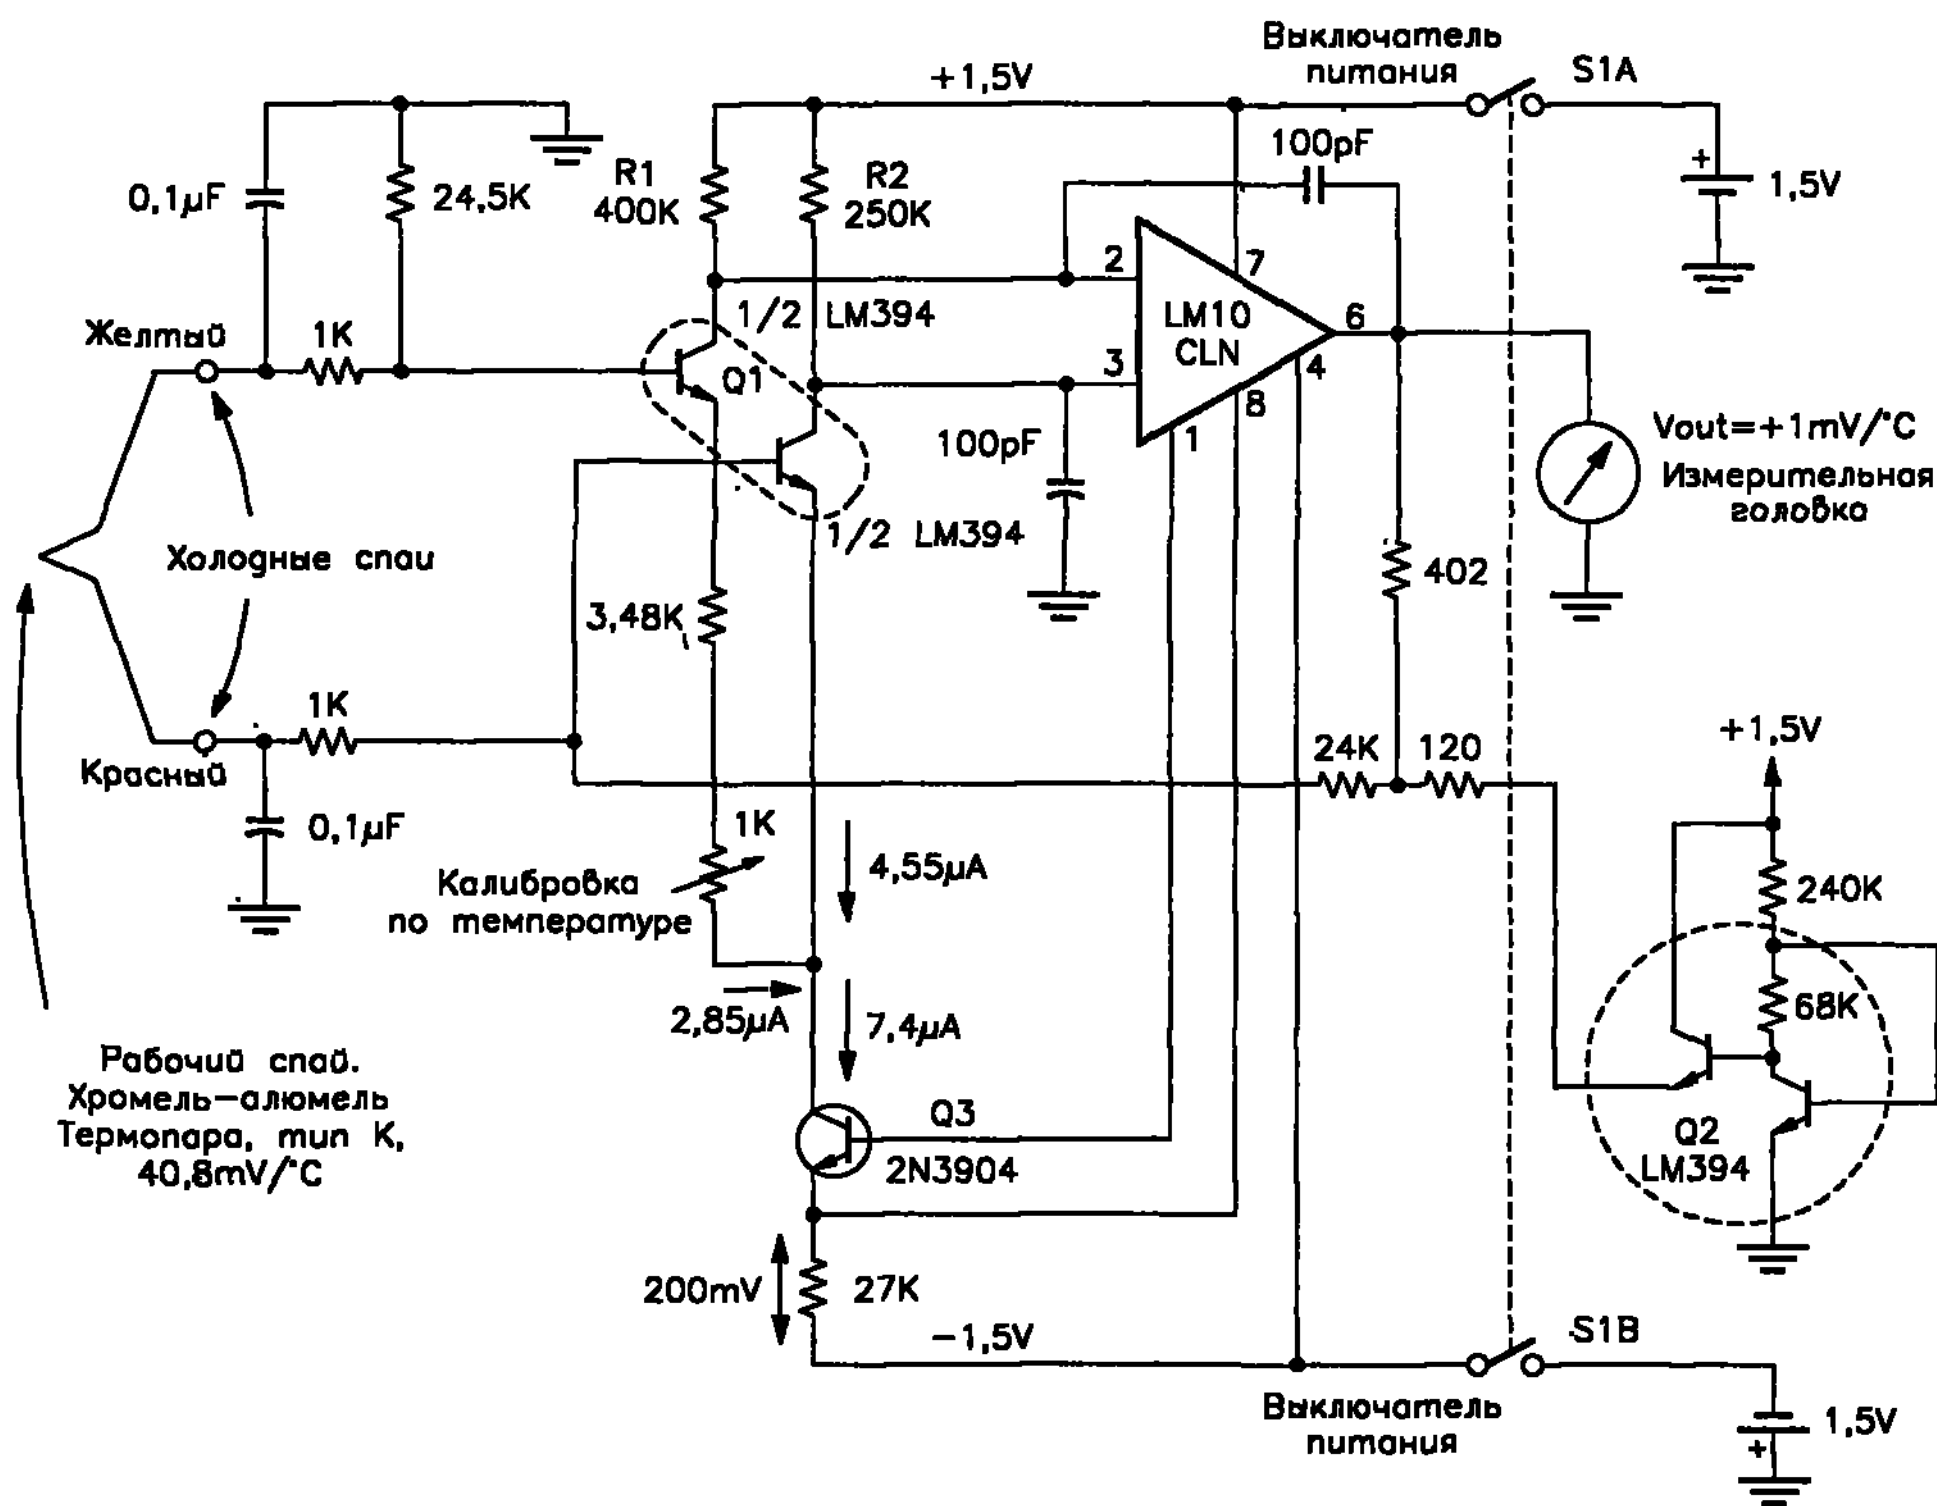

Рис. 2.10. Термометр на термопаре
26. Термометр с термопарой. Если термометр работает от аккумулятора или батареек, то можно приложить термопару к любой точке схемы и точно измерить температуру, не оказывая практически никакого электрического или термического воздействия на элементы. На рис. 2.10 изображена схема усилителя сигнала термопар со встроенной компенсацией напряжения холодного спая. Многие считают, что интегральная микросхема полупроводникового
Эти элементы идеально подходят для схем прецизионных усилителей и цифро-аналоговых преобразователей. Чтобы получить представление о том, где могут понадобиться подобные элементы, взгляните на согласованные резисторы в усилителе сигналов термопар (см. рис. 2.10). И еще один совет: когда вы получаете пленочные резисторы, не вынимайте их из упаковочной ленты. Предположим, вам понадобятся наборы согласованных резисторов, тогда, если вы будете брать расположенные на ленте рядом, можете быть уверены, что их номиналы и ТКС окажутся очень близкими.